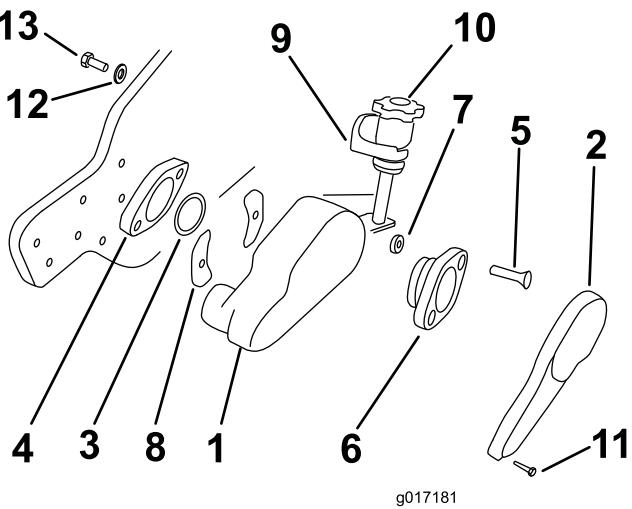
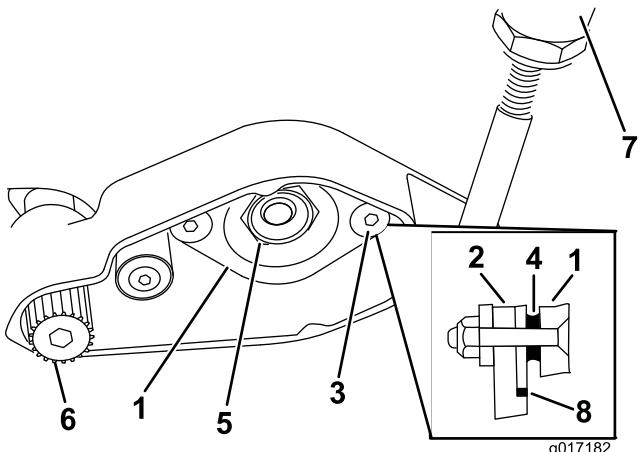

Figura 4
Figura 5
- A. Retire os 3 parafusos de cabeça flangeada e as anilhas de bloqueio que fixam a cobertura ao conjunto da caixa do aparador (Figura 4).
- B. Retire a anilha de Belleville e o parafuso de 3/8 x 5/8 pol. de cada bloco de montagem (Figura 4).
C. Insira o anel adaptador na caixa de rolamentos do cilindro (Figura 4 e Figura 5).
- D. Insira os dois parafusos de cabeça chata de 3/8 x 2 pol. através do adaptador do rolamento e posicione as cunhas nas extremidades dos parafusos (Figura 4 e Figura 5).
E. Alinhe o adaptador do rolamento, os espaçadores e os parafusos com o rolamento de bronze e as ranhuras na caixa do aparador. Faça deslizar o adaptador do rolamento através do rolamento de bronze e os parafusos através das ranhuras no conjunto da caixa do aparador (Figura 4 e Figura 5).
F. Insira uma cobertura da ranhura em cada parafuso, alinhando o lado curvo da cobertura da ranhura com a curva da caixa do aparador. As coberturas da ranhura têm de estar posicionadas com a curva afastada da caixa do aparador (Figura 4).
G. Insira os parafusos de cabeça chata na caixa de rolamentos do cilindro. Instale as porcas de bloqueio nos parafusos e aperte-as com uma torção de 31 a 37 Nm (Figura 4 e Figura 5).
9. Faça deslizar uma extremidade da estrutura do eixo do aparador para o suporte do rolamento no conjunto da caixa do aparador (Figura 5). Certifique-se de que as pontas da lâmina do aparador estão voltadas para a frente.
10. Aplique Loctite azul nas roscas no eixo do aparador. Enrosque a polia accionada (rosca esquerda) à extremidade do eixo do aparador. Utilizando uma chave Allen de 3/8 pol. numa chave de aperto, aperte a polia com uma torção de 39 a 47 Nm (Figura 4 e Figura 5).
11. Monte o bloco de montagem do botão de ajuste na placa do lado esquerdo com o parafuso de 3/8 x 5/8 pol. e a anilha de Belleville previamente retirada(Figura 4).
12. Volte a instalar estrutura do ajustador da barra de apoio esquerda na placa lateral com os parafusos e as anilhas previamente retirados (Figura 4).
13. Desmonte a porca de bloqueio do rolamento do cilindro do veio do cilindro (Figura 5). Fixe o cilindro para não rodar com um bloco de madeira.